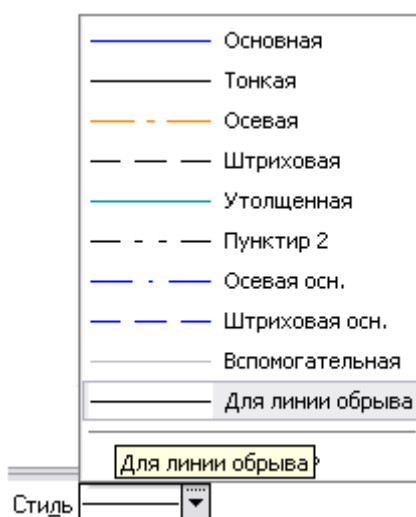

Рисунок 7.20
2. Выберите из раскрывающегося списка **Стиль** на Панели свойств текущий стиль *Для линии обрыва* (рисунок 7.20).